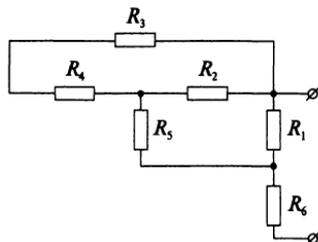

Рисунок 1
2. Определить эквивалентное сопротивление цепи (рис. 1), состоящей из резисторов каждый по  $10\text{ Ом}$ .